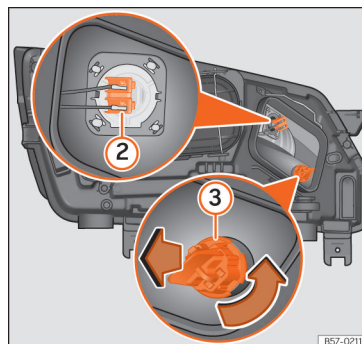

Abb. 111 Im Motorraum: Glühlampe Fernlicht ② und Glühlampe Blinker ③.
3. Drücken Sie den Stecker » Abb. 111 ② seitlich nach links oder rechts und ziehen Sie.
3. Drehen Sie den Lampenträger » Abb. 111 ③ nach links und ziehen Sie.